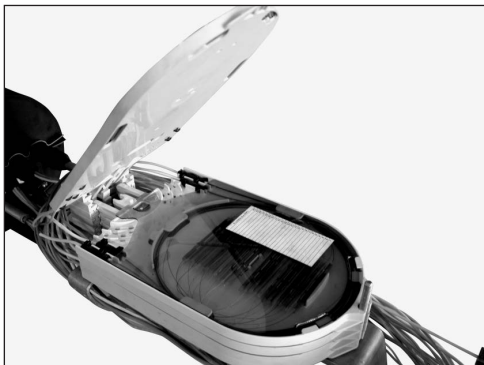

Figura 65
9.1 Simplesmente deslize, levante e trave a primeira bandeja da pilha em um contínuo movimento; deslize, levante e depois abaixe, até a bandeja desejada ficar liberada (figura 65).